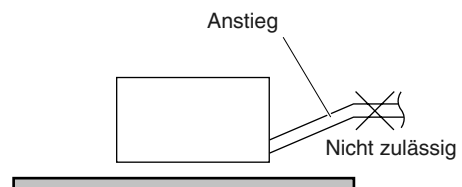

Abb. 3-197
- Das Rohr nicht so einbauen, dass es von der Anschlussstelle aus ansteigt. In diesem Fall fließt das Ablaufwasser zurück in das Gerät, was nach dem Ausschalten eine Undichtigkeit verursacht. (Abb. 3-197)